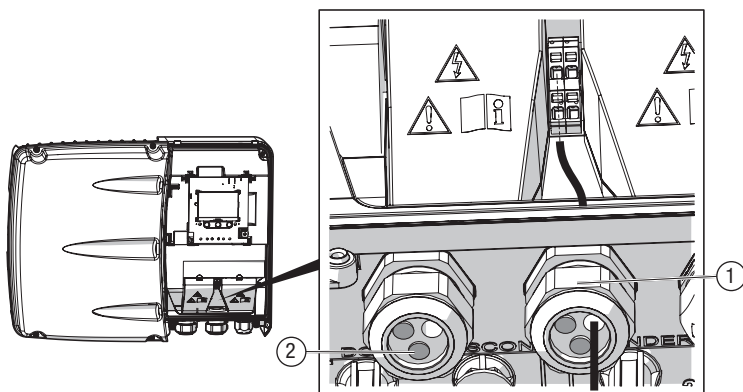

Bild 27 Anschluss der S0-Schnittstelle (Energiezähler)
2. Führen Sie das Kabel durch die mittlere Kabelverschraubung (Bild 27 / 1).
4. Verschließen Sie die unbenutzten Durchführungen in den Kabelverschraubung mit den Verschlussbolzen (Bild 27/2).